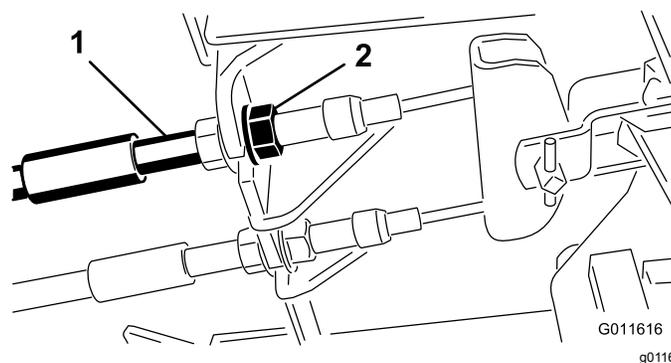

**Figura 86**
Regolate i freni se il pedale ha un "gioco" superiore a 2,5 cm o quando è necessaria maggiore forza di tenuta (Figura 86). Per gioco s'intende la distanza che il pedale percorre prima che si avverta la resistenza della frenata.
2. Serrate il dado posteriore per spostare indietro il cavo, finché i pedali del freno non hanno un gioco compreso tra 0,63 e 1,27 cm, prima che la ruota si blocchi (Figura 86).